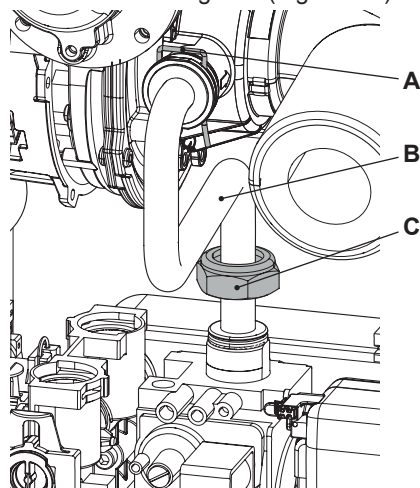

Figura 8.1
- Togliere la forcina **A**, svitare il girello **C** ed estrarre il tubo del gas **B** (Figura 8.1).
Attenzione per rimontare eseguire le operazioni effettuate in senso inverso, stando attenti a non rovinare la guarnizione OR del tubo gas quando si inserisce il tubo nel mixer aria/gas ed eseguire la prova di tenuta gas dopo aver stretto il girello del tubo gas (Figura 8.1).